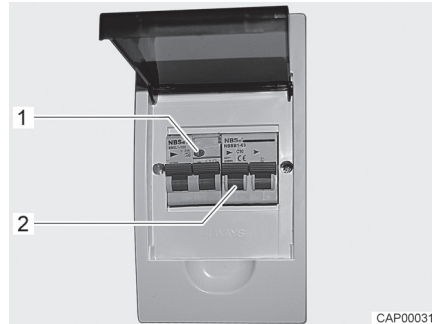

Bild 56 230-V-Sicherungskasten mit Leitungsschutzschalter und FI-Schalter
Ein Fehlerstrom-Schutzschalter (FI-Schalter) im Sicherungskasten sichert das gesamte Fahrzeug gegen Fehlerstrom (0,03 A) ab. Der nachgeschaltete Leitungsschutzschalter (10 A) (Bild 56,2) sichert das 230-V-Bordnetz ab.
- Wenn das Fahrzeug an die 230-V-Versorgung angeschlossen ist, die Prüftaste (Bild 56,1) drücken. Der Fehlerstrom-Schutzschalter muss auslösen.